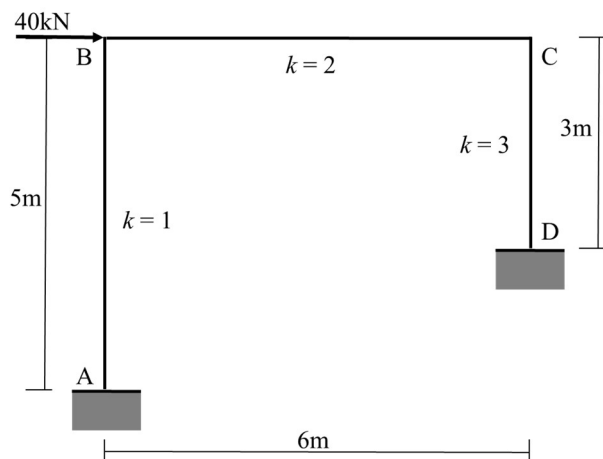
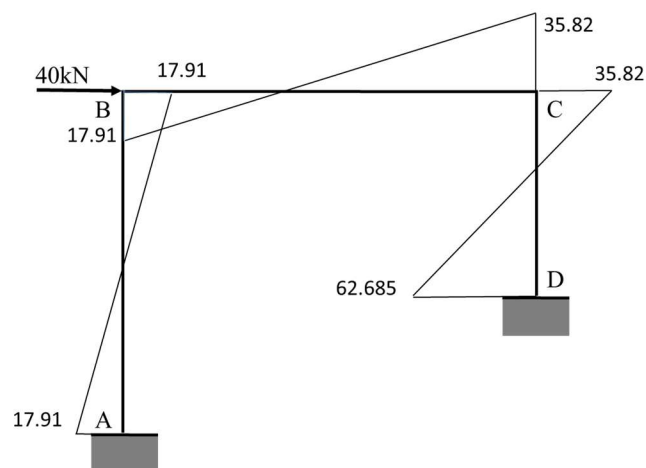

Fig. 1
Fig. 2 (kNm)
- (1) 図 1 に示す剛節骨組の曲げモーメントを計算し、曲げモーメント図を図 2 に示せ。ただし、図 1 の k は剛比を示す。
- (1) Calculate the bending moment of the rigid frame shown in Fig. 1 and draw the bending moment diagram in Fig. 2. The notation k in Fig. 1 indicates the relative stiffness ratio.